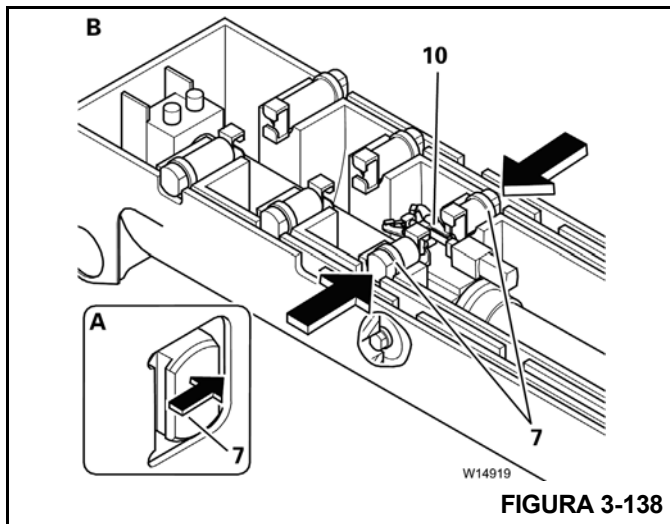
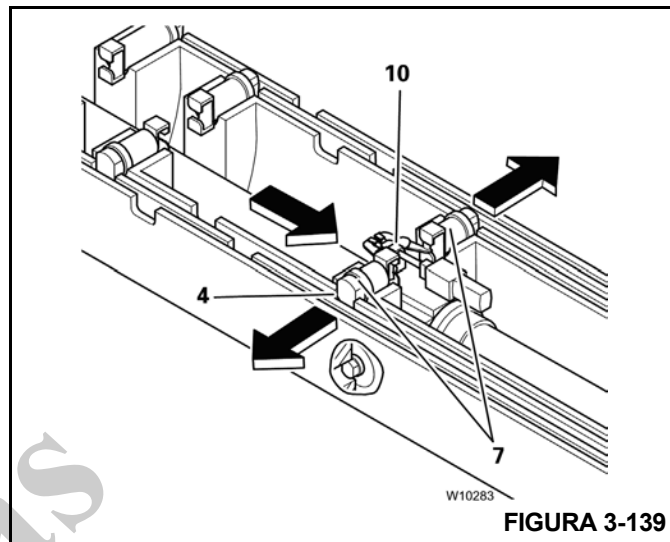

FIGURA 3-138
FIGURA 3-139
3. Destravar a seção telescópica (Figura 3-138);
- a. O cilindro telescópico se estende até que a fenda nos pinos de travamento da seção (7) não estejam mais engatadas com a seção (A).
- b. O mecanismo borboleta (10) retrai os pinos de travamento da seção (7) desbloqueando a seção telescópica.
4. Mover, travar e engatar a seção telescópica (Figura 3-139);
- b. Os pinos de travamento da seção (7) se estendem até os recortes (4).